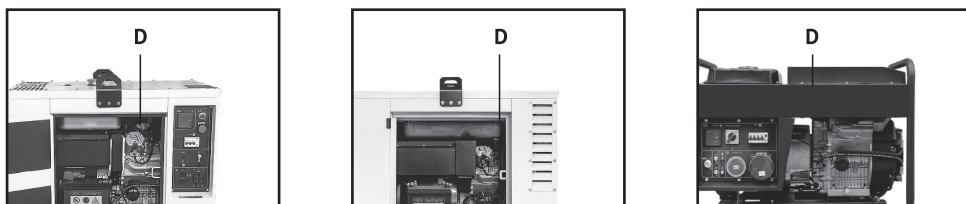

Рис. 17
- Топливный фильтр расположен под топливным баком на топливном шланге, через который топливо из бака поступает в двигатель (рис.17, **D**).